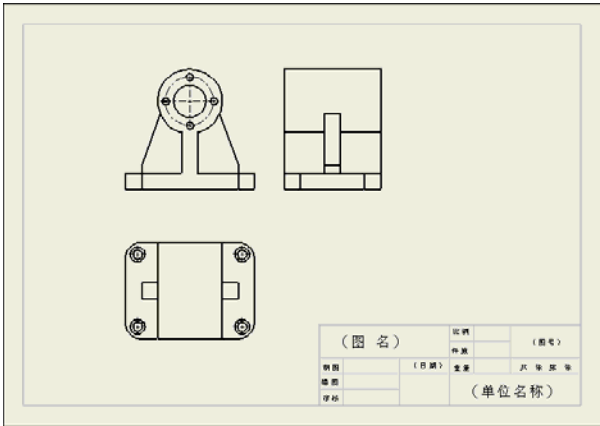
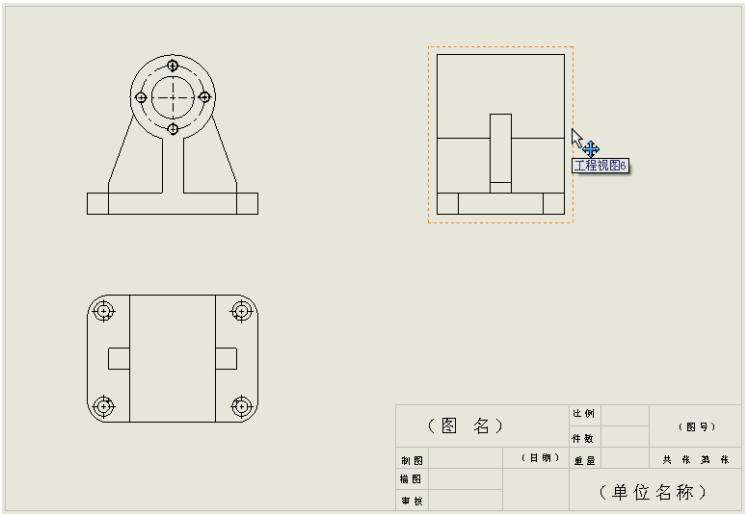

图 14-47 创建的工程图
图 14-48 移动的视图
① 创建工程图文件。按照前面的介绍，创建“基座”零件的工程图文件，如图 14-47 所示。
② 选择移动的视图。单击选择该视图，视图框变为绿色。
③ 移动视图。将鼠标移到该视图上，当鼠标指针变为，按住鼠标左键拖动该视图到图中合适的位置，如图 14-48 所示，然后释放鼠标左键。
(1) 在标准三视图中，移动主视图时，左视图和俯视图会跟着移动；其他的两个视图可以单独移动，但始终与主视图保持对齐关系。
(2) 投影视图、辅助视图、剖面视图及旋转视图与生成它们的母视图保持对齐，并
- 2 选择旋转的视图。单击选择如图 14-48 所示中的左视图，视图框变为绿色。